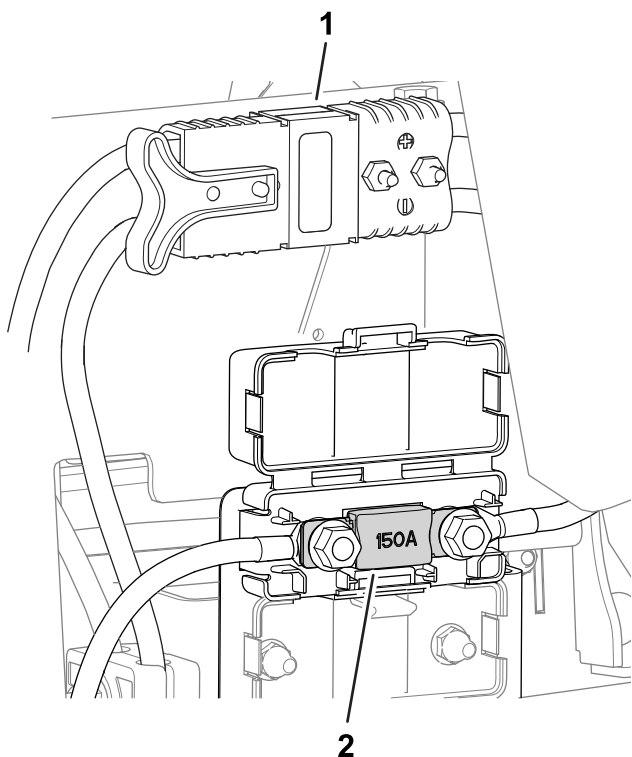

図 60
- 回路保護用のヒューズは主電源コネクタの下にあります 図 60。